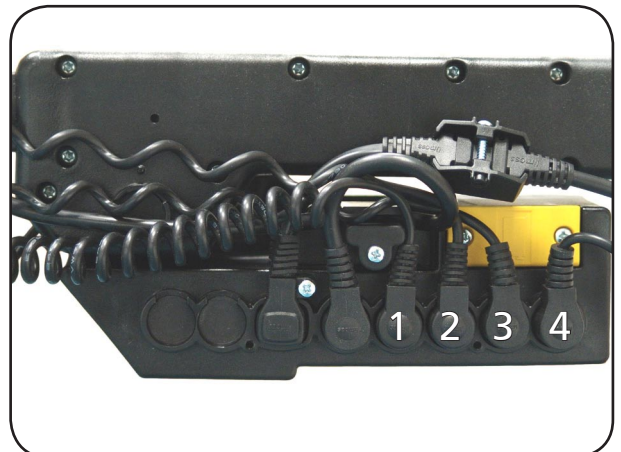

Abbildung 20
8. Schließen Sie nun die Steckverbindungen für die Antriebe anhand der Abbildung 20 an.